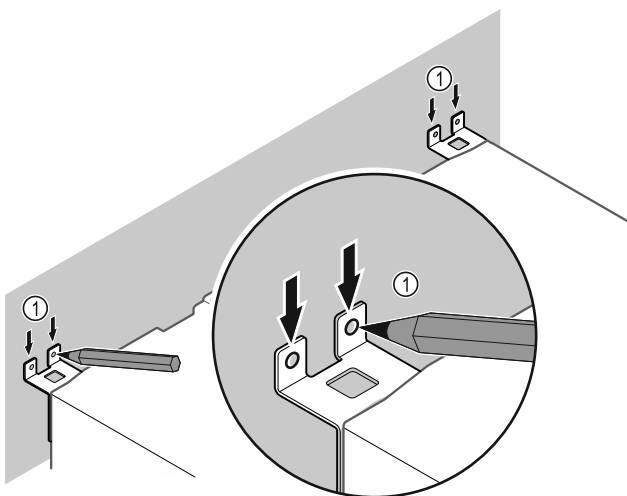

Fig. 11
- ▶ Wykonać zaznaczenia na ścianie Fig. 11 (1).